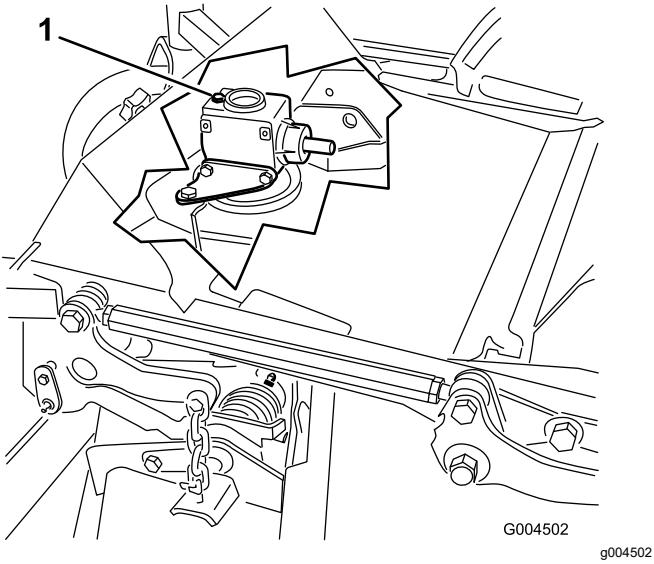

Figura 69
6. Retire la varilla/tapón de llenado de la parte superior de la caja de engranajes y asegúrese de que el lubricante está entre las marcas de la varilla (Figura 69).
6. Retire la varilla/tap  n de llenado de la parte superior de la caja de engranajes (**Figura 69**).